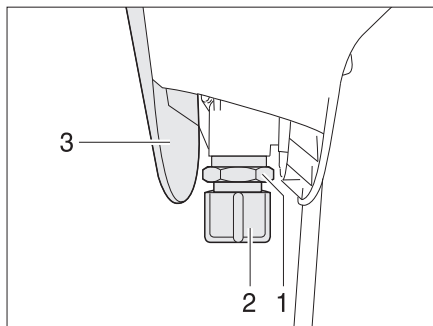

Fig. 246 Válvula del inodoro por vacío
- Quitar la tapa (Fig. 246,3).
- Destornillar el capuchón de cierre (Fig. 246,2).
- Colocar un recipiente apropiado debajo de la válvula (Fig. 246,1).